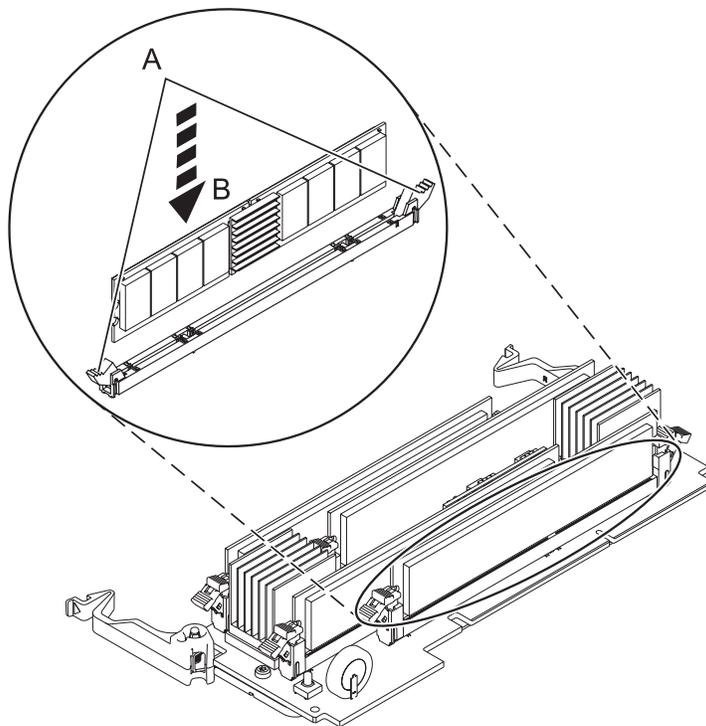

Figura 5. Instalando um módulo de memória
13. Assegure-se de que as guias de travamento do conector (A) estejam empurradas para a posição destravada, conforme mostrado em Figura 5 na página 12, antes de instalar um novo módulo de memória.
14. Segure com cuidado o módulo de memória ao longo da borda do (B) e alinhe-o com o conector.